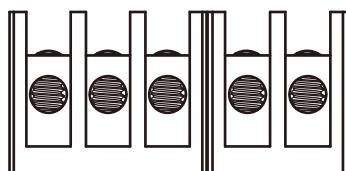

Рис. 5.10 Подключение кабеля
- 2) Подключите кабель через распределительную коробку с водонепроницаемой оболочкой и вставьте в зажим (на рисунке 5.9 изображен способ подключения трехфазных линий к распределительной коробке; кабель заземления присоединяется к корпусу инвертора), и используйте отвертку, чтобы прижать жгут проводов к соединительному зажиму, как изображен на рис. 5.10.